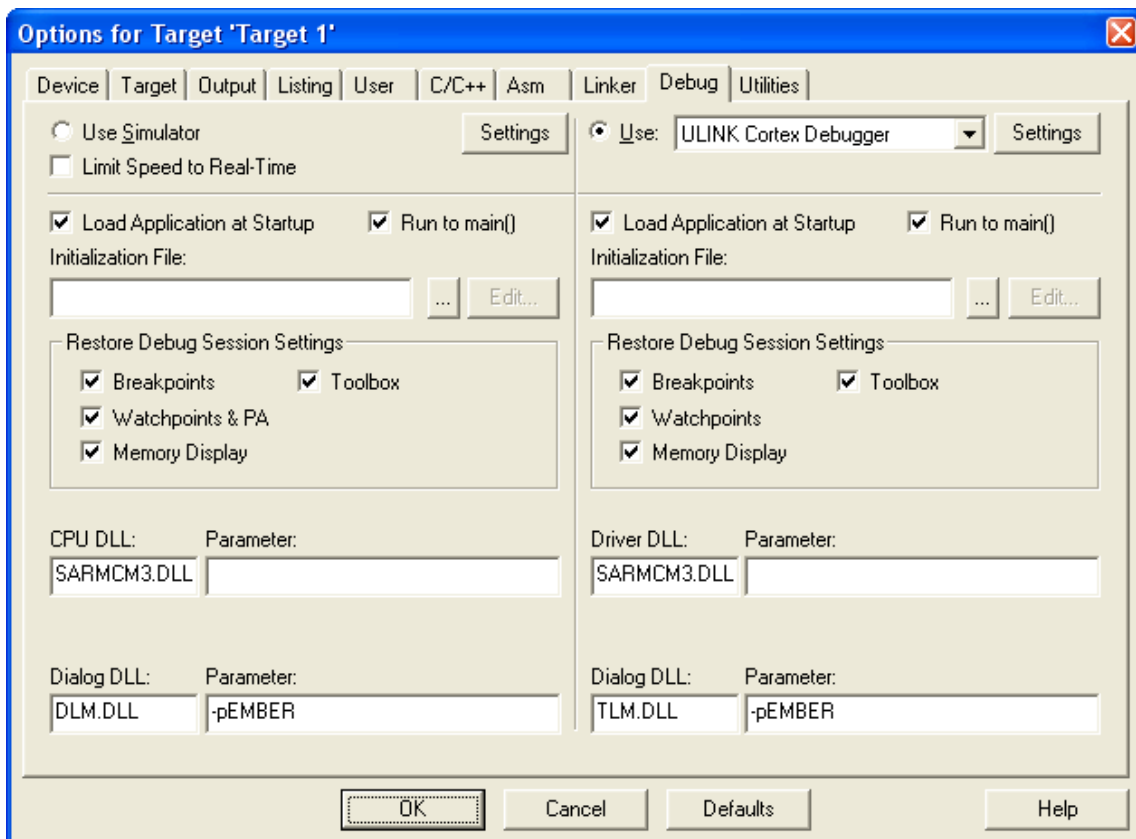

Рис. 4
3.4. В закладке Debug необходимо установить следующие параметры (рис. 4):